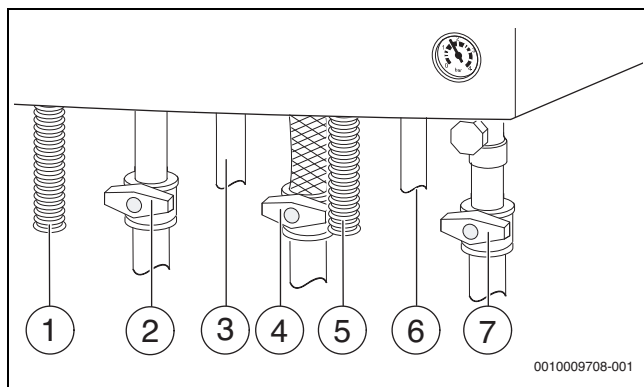

Fig. 28 Branchements côté gaz et eau (accessoires)
- ▶ Appareils ZWB...DE : ouvrir le robinet d'eau froide (→ fig. 28) et ouvrir un robinet d'eau chaude jusqu'à ce que l'eau coule.
- ▶ Ouvrir le robinet de départ du chauffage (→ fig. 28) et le robinet de retour du chauffage.